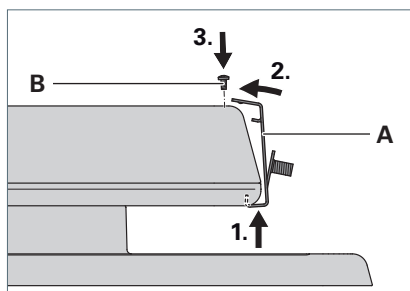

Fig. 8: Halteblech montieren.
- ▶ Hängen Sie ein Halteblech **A** von unten in eine Seite der Leuchte ein und drücken Sie das Halteblech oben gegen die Leuchte, bis es einrastet, siehe Fig. 8.